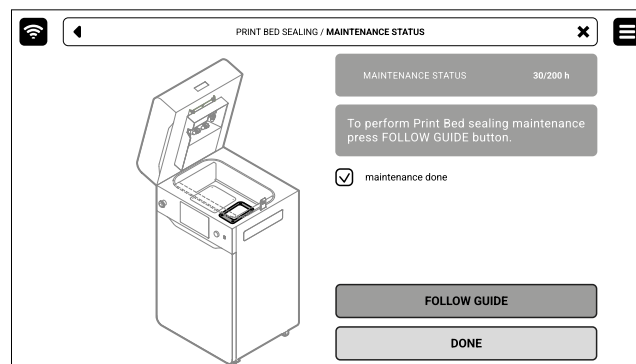

Abb. 12.18 Der Bildschirm für die Wartung der Print Bed-Abdichtung.
3. In diesem Fall markierst Du **MAINTENANCE DONE**, sobald Du den Vorgang abgeschlossen hast, und drückst dann die Taste **DONE**. Der Timer wird auf Null zurückgesetzt (Abb. 12.18).